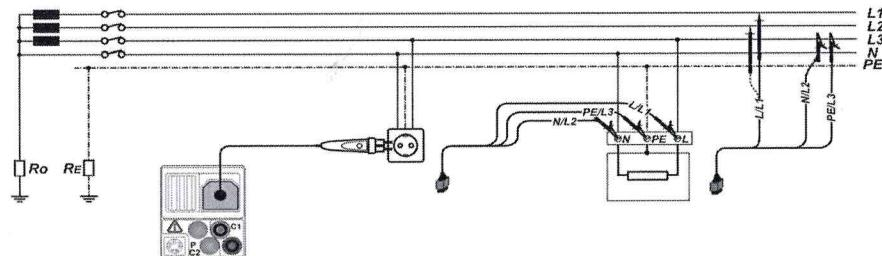

Рисунок 5.31: Измерение импеданса линии фаза-нейтраль или фаза-фаза – подключение штекерского щупа «plug commander» и 3-х проводного тестового кабеля
- Подключите** измерительную проводку (выводы) к тестируемому элементу (см. Рисунок 5.31: Измерение импеданса линии фаза-нейтраль или фаза-фаза – подключение штекерского щупа «plug commander» и 3-х проводного тестового кабеля).